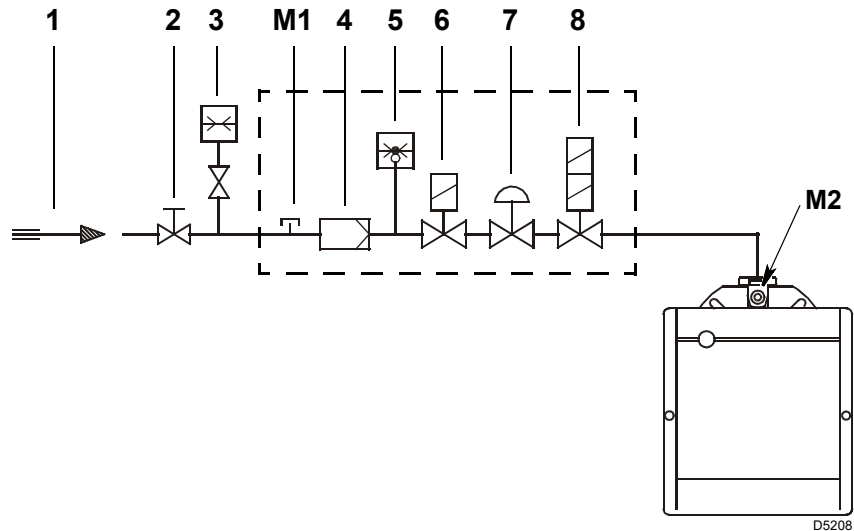

Abb. 16
Legende (Abb. 16)
Gasdruck, gemessen am Anschluss M2)(Abb. 16 auf Seite 19) unter folgenden Bedingungen:
- vom Gasdruck am Anschluss M2)(Abb. 16 auf Seite 19) den in der Brennkammer vorhandenen Druck abziehen.
Gasdruck am Anschluss M2)(Abb. 16) = 10 mbar
Um hingegen den am Anschluss M2)(Abb. 16 auf Seite 19) notwendigen Gasdruck zu ermitteln, nachdem die höchste Modulationsleistung festgelegt wurde, bei der Brenner arbeiten soll:
- Rechts, in Spalte 1, den Druck am Anschluss M2)(Abb. 16 auf Seite 19) ablesen.